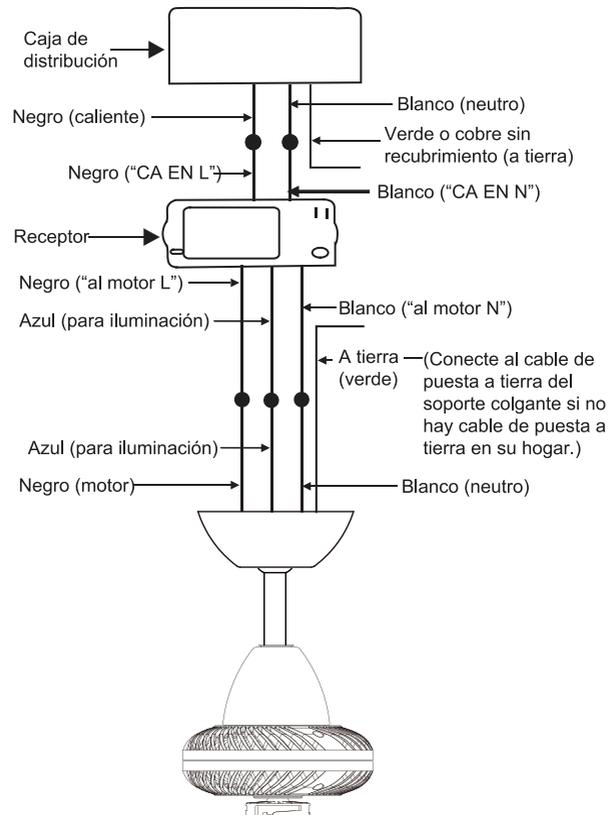

Fig. 13
### Paso 2. Conexiones eléctricas del motor al receptor: (Fig. 13)
### Paso 3. (Fig. 13) Conexiones eléctricas del receptor a los cables de alimentación del hogar:
**Paso 4.** (Fig. 13). Si su caja de distribución tiene un cable de puesta a tierra (verde o cobre sin recubrimiento), conéctelo a los cables de puesta a tierra del ventilador; en caso contrario, conecte el cable de puesta a tierra del soporte colgante al soporte de montaje. Asegure la conexión eléctrica con una tuerca de plástica para cable proporcionada. Después de haber conectado los cables, sepárelos de manera que el cable verde y el cable blanco queden de un costado de la caja de distribución y el cable azul y el cable negro queden del otro costado. Empuje con cuidado las conexiones de cables hacia arriba dentro de la caja de distribución.